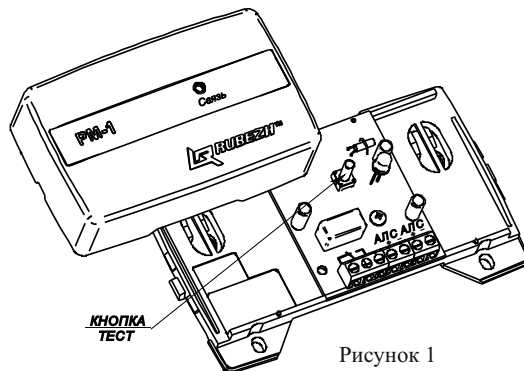

Рисунок 1
5.2 Конструктивно релейный модуль выполнен в виде блока, состоящего из пластмассового корпуса (основание и крышка), внутри которого размещена плата с радиоэлементами (Рисунок 1).
- 7.3 Для конфигурирования релейного модуля, начальный адрес которого неизвестен, необходимо зайти в меню прибора, выбрать учетную запись **Инсталлятор** и ввести пароль (по умолчанию пароля нет), выбрать пункт **Настройка (Конфигурация) => Сервис => Адресация устройств** и нажать кнопку **ТЕСТ** на релейном модуле (Рисунок 1). На экране прибора откроется меню параметров РМ-1: